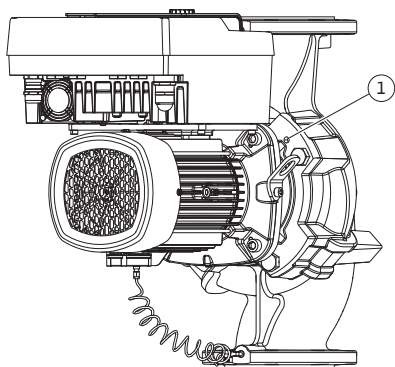
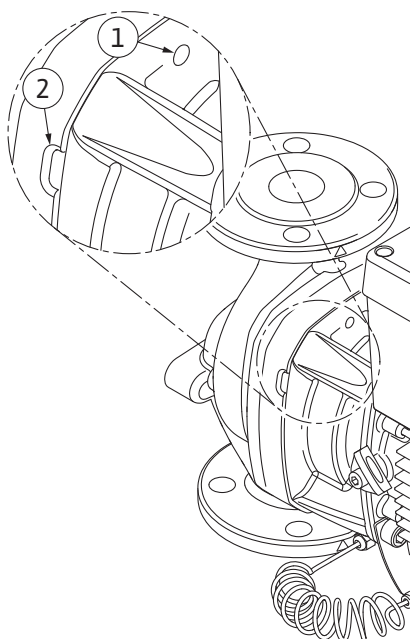

Fig. 104: Vytlačení smontované jednotky závitovými otvory
Fig. 105: Závitové otvory a drážky pro odtlačení smontované jednotky z tělesa čerpadla
12. U typu čerpadla (Fig. III, IV) povolte šrouby poz. 29. Použijte dva závitové otvory vedle něj (Fig. 104, poz. 1) a použijte vhodné šrouby, které si zajistí zákazník (např. M10 x 25 mm). Vytlačte smontovanou jednotku z tělesa čerpadla. U typu čerpadla (Fig. I a Fig. II) použijte dva závitové otvory M10 (viz Fig. 105) a použijte vhodné šrouby, které si zajistí zákazník (např. M10 x 20 mm). K vytlačení lze použít také drážky (Fig. 105, poz. 2). Za tímto účelem nasadte např. dva šroubováky a použijte je jako páku. Po cca 15 mm vytlačení není již smontovaná jednotka vedena v tělese čerpadla.